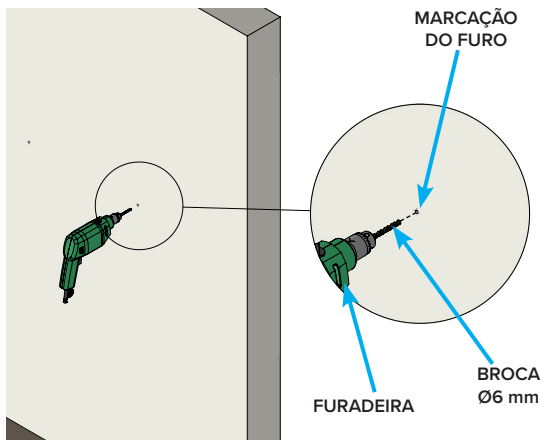

Figura 12 – Furos na parede
4. UTILIZAR a furadeira com a broca Ø6 mm instalada para realizar os furos (Figura 12);